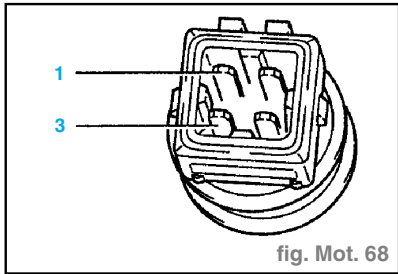

fig. Mot. 68
- Mesurer la résistance entre les contacts **1 + 3** du transmetteur (fig. Mot. 68).